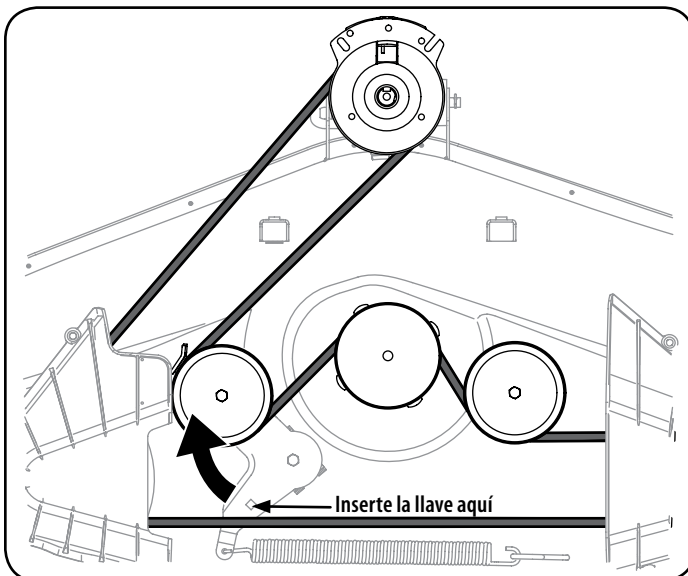

Figura 29
- c. Trabajando en el lado derecho del tractor, inserte una llave de trinquete de 3/8", regulada para ajustar, en el orificio cuadrado del soporte intermedio. Vea la Figura 29.
2. Utilice la llave para girar hacia adelante la polea de transmisión de la plataforma. Vea la Figura 29.